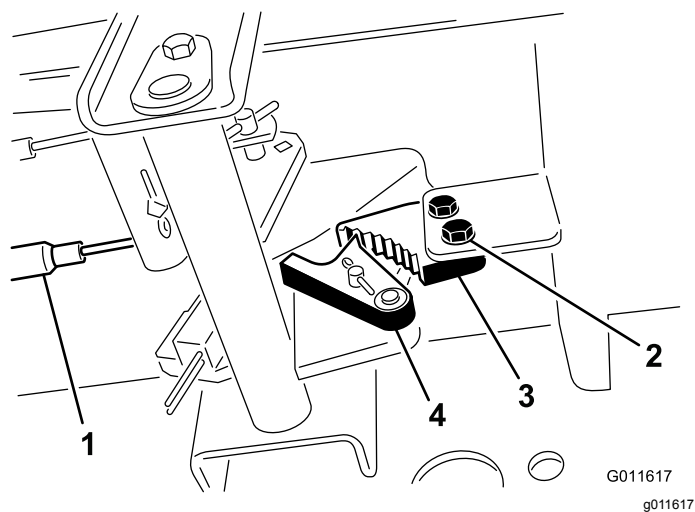

図 47
1. 駐車ブレーキのツメをフレームに固定しているねじ2本をゆるめる 図 47。
2. ブレーキのツメが戻り止めに完全に掛かるまで駐車ブレーキペダルを前に踏み込む 図 47。